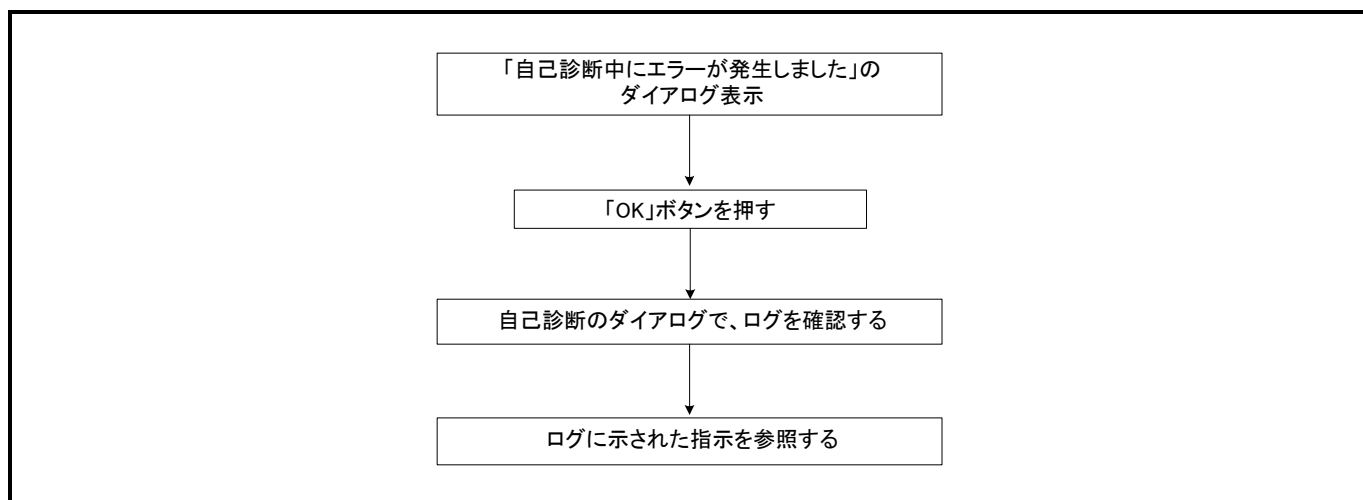

図6.2 自己診断エラー時の確認フロー
- ① E100エミュレータ本体とMCU Unitの接続を再度ご確認ください。
- ② 正しいファームウェアを再度ダウンロードしてください。
- ③ デバッガソフトの自己診断エラー時のログを確認いただき、ログに示された指示をご参照ください。(図6.2 参照)